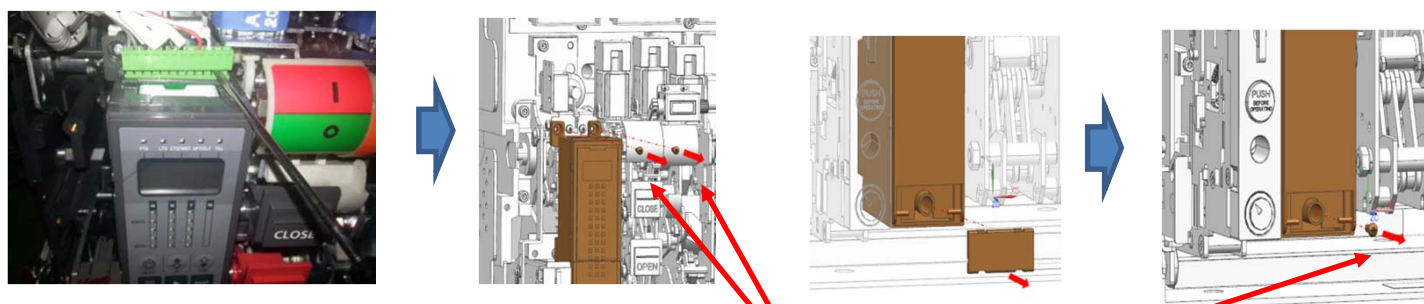

FIG 6
6. OCR 분리 / Remove OCR (FIG 6)